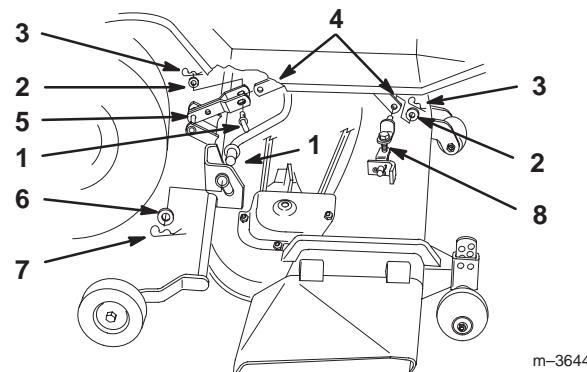

Abbildung 17
4. Haarnadelsplint, Unterlegscheibe und Gelenkzapfen vom Gestellhubarm und von der Hebevorrichtung entfernen (Abb. 17).
5. Haarnadelsplint und Unterlegscheibe von den vorderen Justergelenken und vom vorderen Hubarm entfernen (Abb. 17).
6. Haarnadelsplinte und Unterlegscheiben von den Gestellhubarmen entfernen (Abb. 17).
7. Das Mähdeck nach rechts von den Gestellhubarmen herunterschieben (Abb. 17).